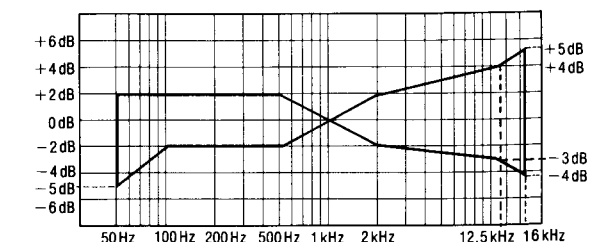

Fig. 10
- Asegurarse de que el nivel esté dentro de la gama mostrada en la Fig. 10.